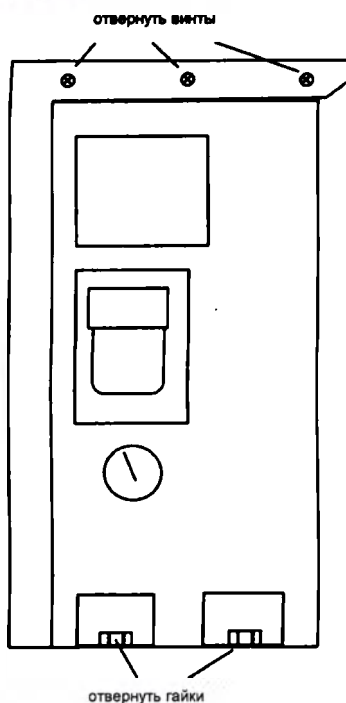

Рис. 11: Правая сторона
- D. Снимите зажимы (как показано ниже на Рис. 11), с помощью которых Охлаждающий блок крепится к раме корпуса.